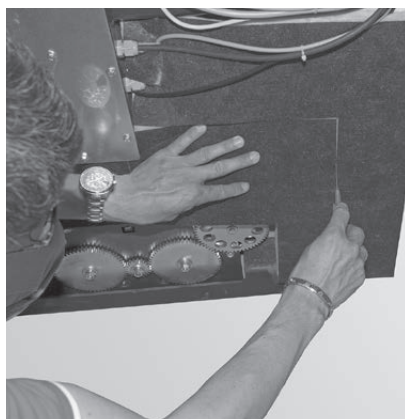

Fig. 52 Ritagliare l'isolamento
- ▶ Ritagliare con cautela l'isolamento in basso in corrispondenza dell'apertura per la pulizia – Fig. 52.